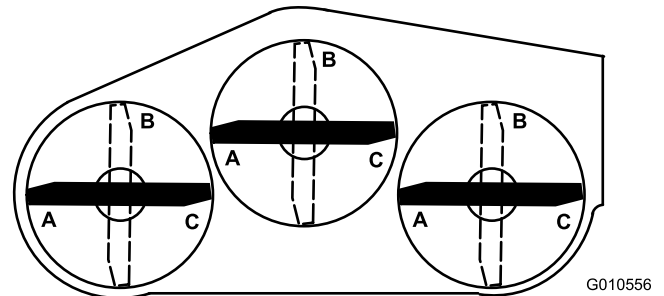
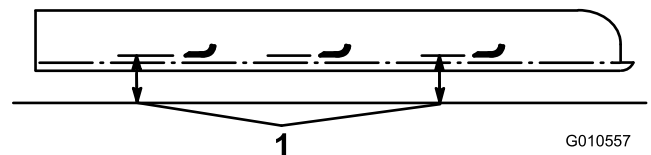

図 27
図 28
- 全部のブレードを A 位置図 27にし、水平な床面から各ブレードの刃先までの高さを測定する図 28。
- 各ブレードを B 位置図 27まで回転させ、同様にして各ブレードから床面までの高さを測定する図 28。
- 各ブレードを C 位置まで回転させ、同様にして各ブレードから床面までの高さを測定する図 27 と 図 28。